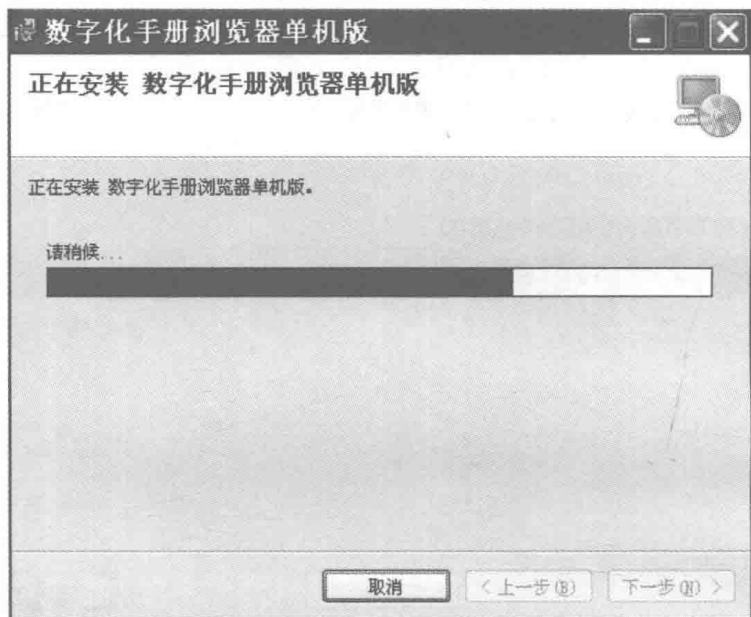

图 1-8 安装过程
7) 在安装过程中, 安装向导显示如图 1-8 所示的安装过程, 在此期间, 用户可随时单击“取消”按钮取消当前的安装。